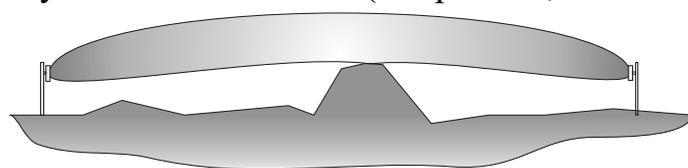

Рис. 10.1
10.1.1 Участок между БПРД и БПРМ изделия должен удовлетворять следующим требованиям: а) поверхность участка должна быть выровнена с точностью $\pm 0,3$ м на отрезке рубежа, где ЗО соприкасается с поверхностью земли. При больших положительных отклонениях верхние кромки препятствий могут образовывать достаточно мощные вторичные источники радиоволн или вообще экранировать БПРМ от БПРД. При ослаблении сигнала уменьшается соотношение сигнал/помеха, что может приводить к снижению периода ложных тревог. На рис. 10.1 показан случай, когда высота препятствия достигает высоты условной осевой линии, проведенной через центры БПРД и БПРМ. ЗО искажается, и образуются возможности для ее бесконтрольного пересечения в положении «согнувшись», б) в чувствительной зоне (см. рис.4.2,